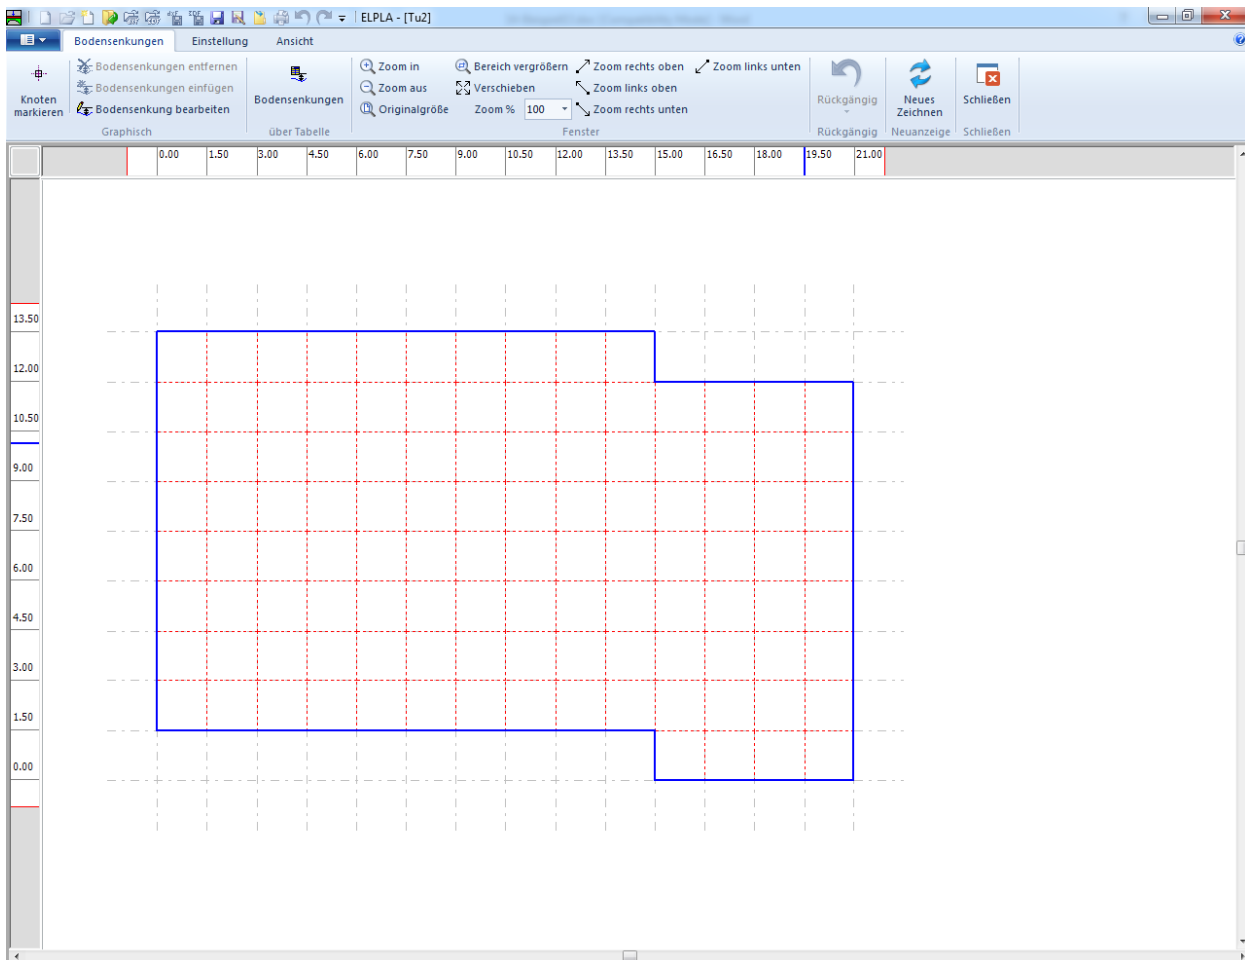
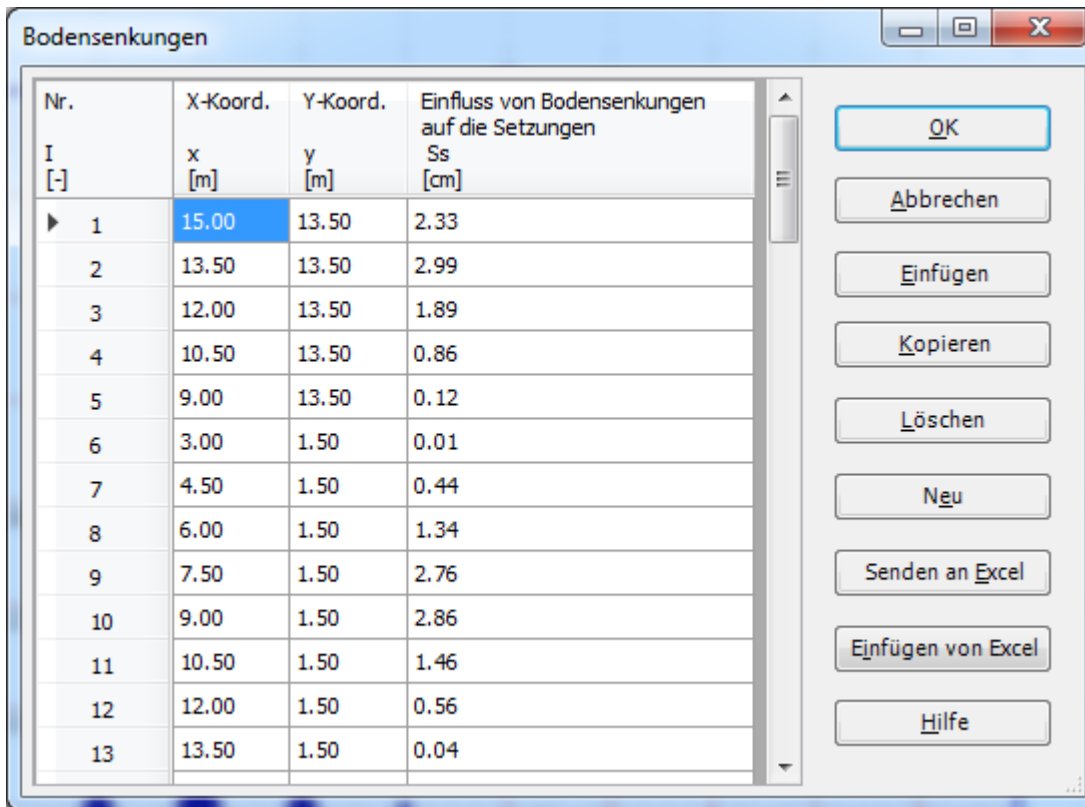

Bild 13.39 "Bodensenkungen" Fenster
Bild 13.40 Dialogfeld "Bodensenkungen"
- Wählen Sie "Bodensenkungen" aus der Registerkarte "Daten". Das folgende Fenster im Bild 13.39 erscheint
- Wählen Sie "Bodensenkungen" aus dem Menü "über Tabelle" im Fenster von Bild 13.39. Das folgende Dialogfeld im Bild 13.40 erscheint